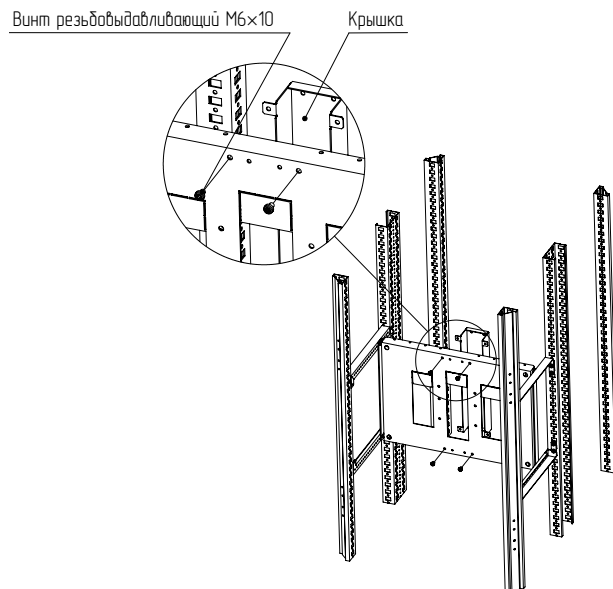

Рисунок 70
4.23.6 Прислонить крышку к панели монтажной и закрепить винтами М6×10 (рисунок 70). Момент затяжки – 7 Н·м.